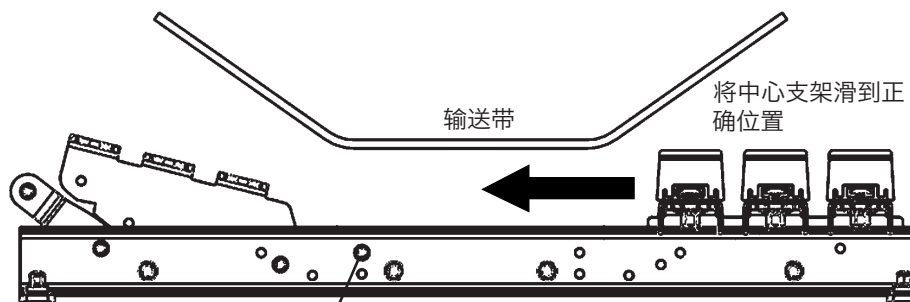

图 7I
**7I. 安装中央缓冲杆。**将中心支架滑到通道横梁中。凸起部分必须朝向尾部滚筒。将螺柱置于中心支架两个凸起之间，确保缓冲杆的斜面朝向尾部滚筒。将缓冲杆螺柱上的螺母拧紧到 135N-m 的力矩。在输送带下滑动此组件直到中心支架的切口与通道横梁上的螺栓啮合（图 7I）。重新安装第二颗螺栓并将两个螺栓拧紧到 80N-m 的力矩。安装中心板后，根据步骤 4I 从易于操作侧将弹翼组重新安装到通道横梁。